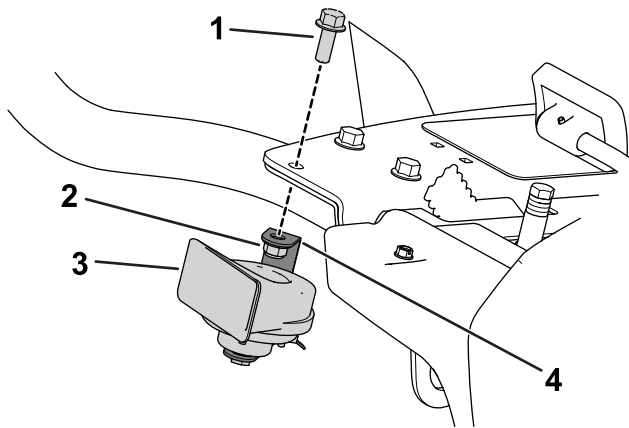

Figura 9
2. Utilice un perno de cabeza hexagonal (3/8" x 1") y una tuerca con arandela prensada (3/8") para sujetar el claxon y el soporte del claxon al soporte de suelo derecho (Figura 9).